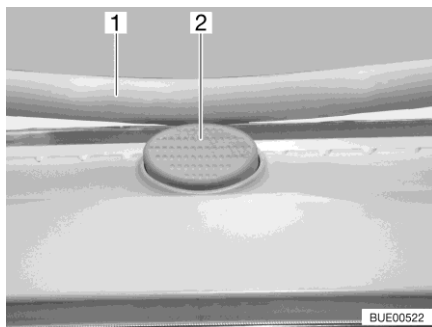

Fig. 33 Bottone di sicurezza (oblò inclinabile)
- Premere il bottone di sicurezza (Fig. 33,2) e tirare verso il basso la staffa (Fig. 33,1) con entrambe le mani.
- Premere la staffa verso l'alto con ambedue le mani, finché la staffa non poggia al di sopra del bottone di sicurezza (Fig. 33,2).